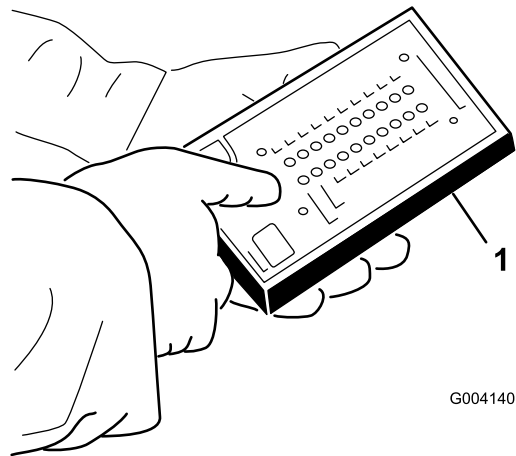

Figure 28
5. Branchez le connecteur de l'outil de diagnostic ACE au connecteur arrière du faisceau de câblage (Figure 28).